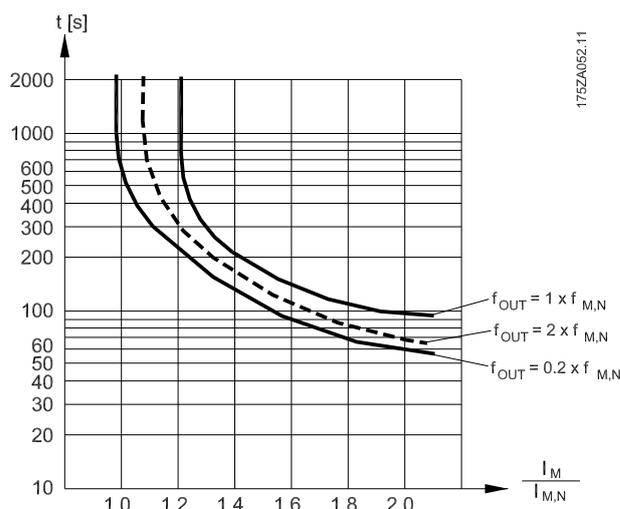

Рисунок 3.17 Характеристики электронного теплового реле
- Электронное тепловое реле (ЭТР) для асинхронных двигателей имитирует биметаллическое реле на основе внутренних измерений. ЭТР измеряет фактический ток, скорость и время для вычисления температуры двигателя и его защиты от перегрева путем выдачи предупреждения или отключения питания двигателя. Характеристики ЭТР показаны в *Рисунок 3.17*.